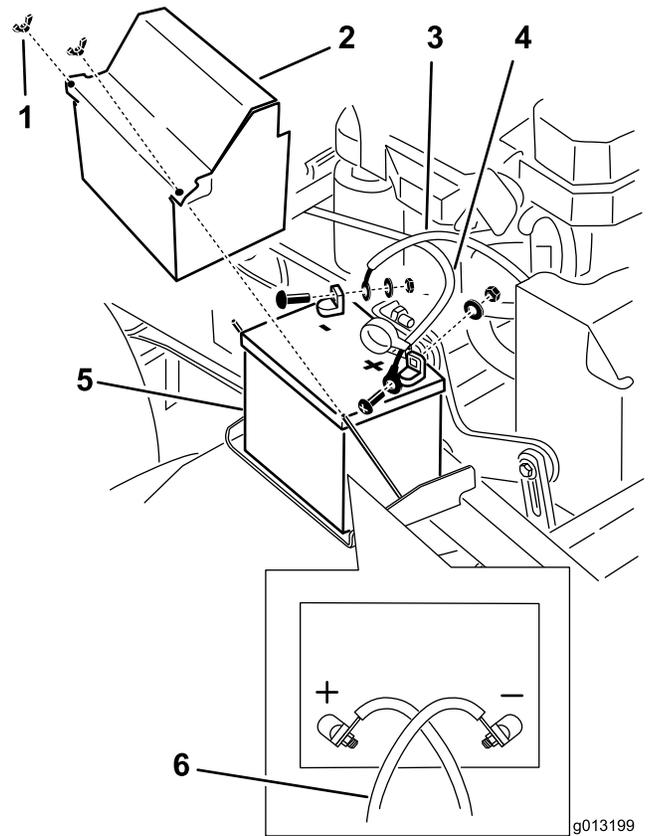

図 52
3. バッテリーのマイナス端子からマイナスバッテリーケーブルを外す 図 52。
5. 赤いプラス+ケーブルを取り外す 図 52。
6. バッテリー押さえプレートを外し 図 52、バッテリーを取り出す。
1. バッテリーを車体に載せる 図 52。
3. プラスケーブル赤を、バッテリーのプラス+端子にはめ、ボルト、ワッシャにナットを締め付けて固定する 図 52。
5. マイナスケーブルとアース線を、バッテリーのマイナス-端子にはめ、ボルト、ワッシャにナットを締め付けて固定する 図 52。
**注** バッテリーケーブルが互いに交差するのが正しい配線です 図 52。